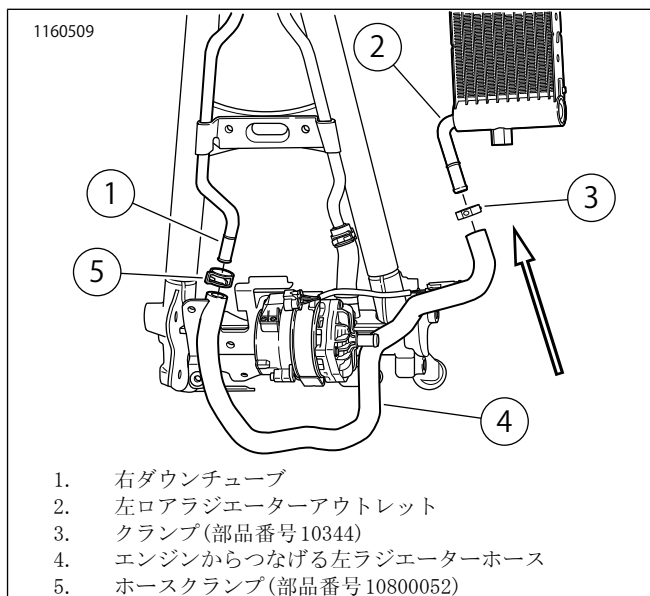

図11。エンジンからつなげる左ラジエーターホース
- b. 図11を参照してください。左ロアラジエーターアウトレットにホースクランプ(3)を配置します。
- g. 図11を参照してください。クランプツールを使用して、エンジンからつなげる左ラジエーターホースにクランプ(5)を位置づけます。ホースの端から約6.4 mm (0.25 in)の箇所にクランプを配置します。